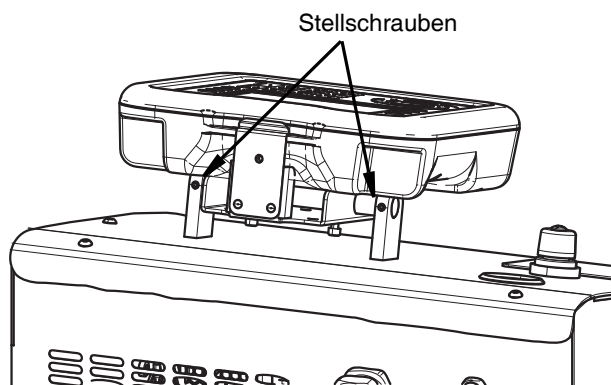

ABB. 12
1. Die beiden Gewindestifte an den ADM-Montagehalterungen mit einem 2,5-mm-Inbusschlüssel lösen. Siehe ABB. 12.